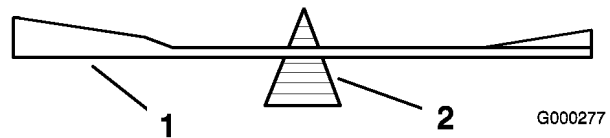
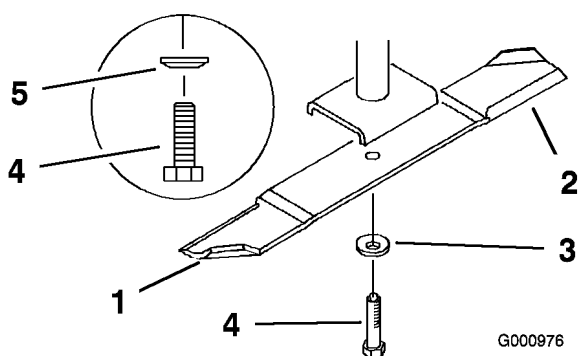

Figure 67
Figure 68
2. Retirez de l'axe le boulon, la rondelle élastique et la lame (Figure 68).
2. Vérifiez l'équilibre de la lame en la plaçant sur un équilibreur (Figure 67). Si la lame reste horizontale, elle est équilibrée et peut être utilisée. Si la lame est déséquilibrée, limez un peu l'extrémité de la partie incurvée seulement (Figure 68). Répétez la procédure jusqu'à ce que la lame soit équilibrée.
1. Placez la lame sur l'axe (Figure 68).
2. Installez la rondelle élastique et le boulon de la lame. Le cône de la rondelle élastique doit être dirigé vers la tête du boulon (Figure 68). Serrez le boulon à 115-150 Nm.